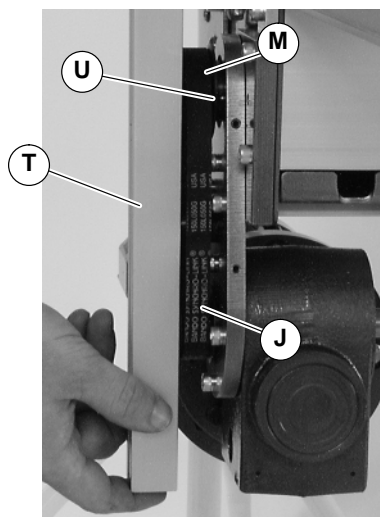

Abbildung 9
6. Zahnriemen (P) um Abtriebszahnscheibe (M) und Antriebszahnscheibe legen (J). Abtriebszahnscheibe (M) auf Achszapfen des Förderbandes installieren.
7. Mit einem Ausrichtlineal (T siehe Abbildung 9) die Abtriebszahnscheibe M mit der Antriebszahnscheibe ausrichten (J). Die Madenschrauben der Abtriebszahnscheibe fest anziehen (U).